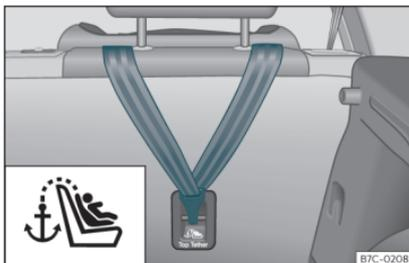

Fig. 28 Retro dei sedili posteriori: occhielli di ancoraggio per cintura Top Tether.
- Far scorrere la cinghia e fissarla correttamente al punto di aggancio della parte posteriore dello schienale»» fig. 28 .